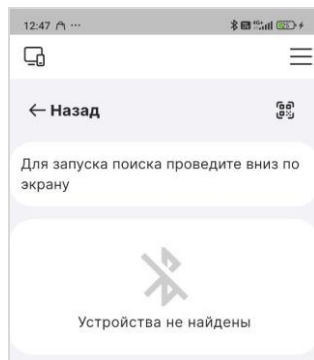

Рис.17
2.4.4.2.4 В случае, если нет ни одного привязанного устройства, на экране отображается информационное сообщение (Рис.17).